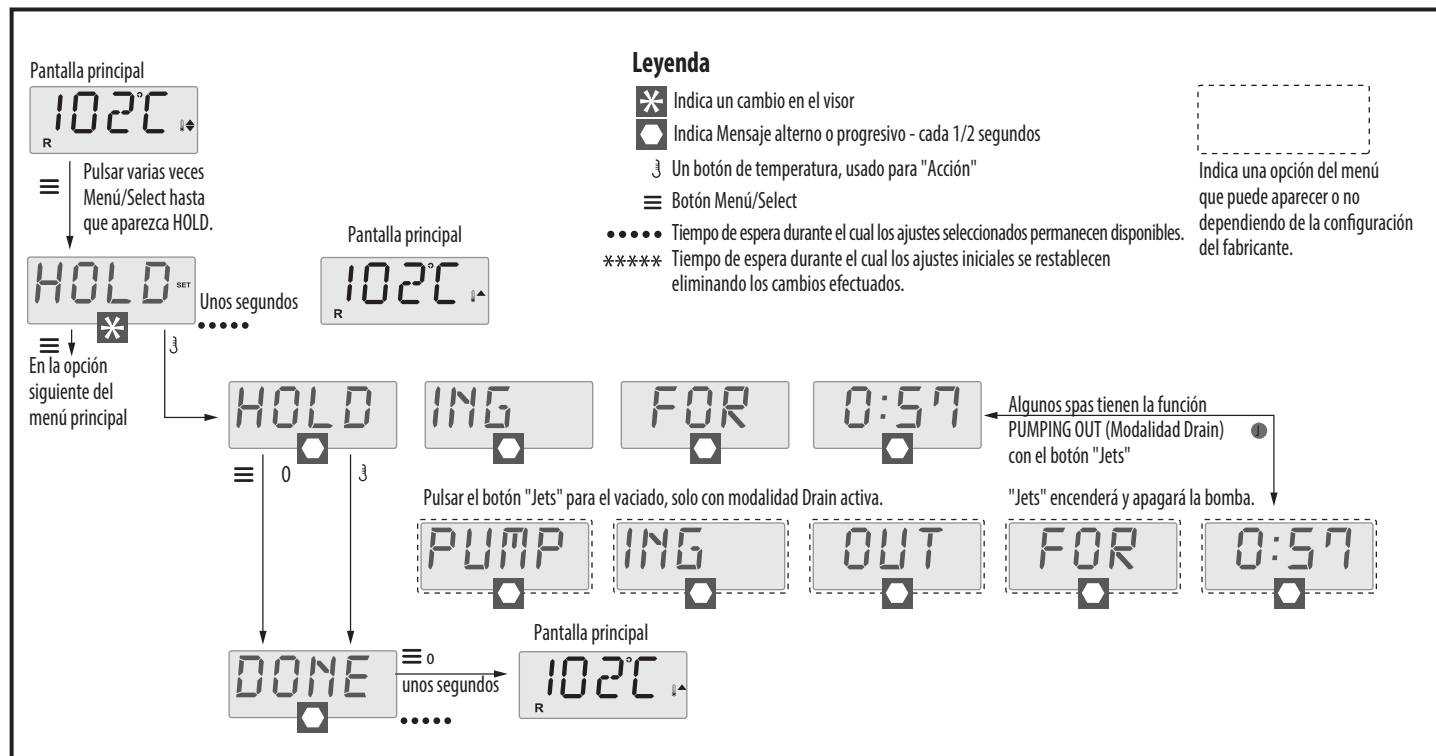

Figura 19: esquema modalidad HOLD
**Modalidad Drain:** Algunas minipiscinas están dotadas de una función especial que permite utilizar una bomba en el vaciado del agua. Esta modalidad está incluida en el menú HOLD (véase la Figura 19) y se agota tras 1 hora como la modalidad HOLD.